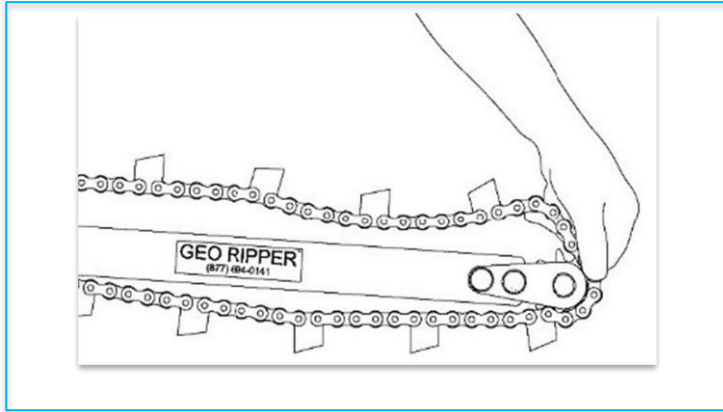

Fig.7
2. Placez la chaîne autour de la barre et du pignon (Fig.7)